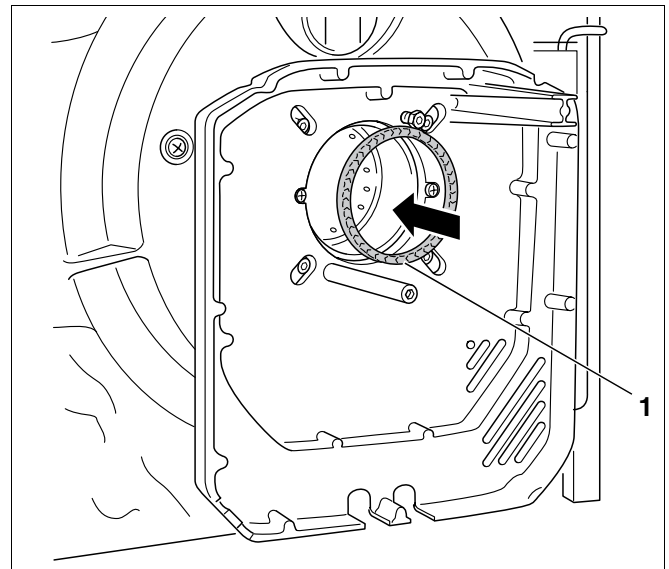
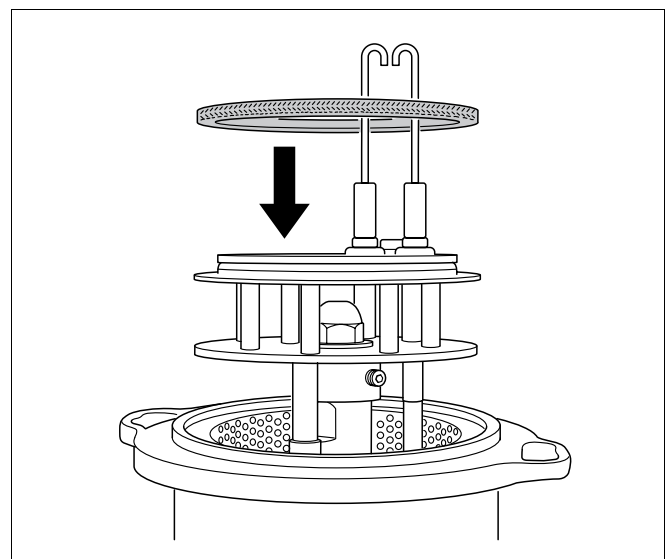

Fig. 22 Mise en place du joint sur les modèles de brûleur 17 à 45
Fig. 23 Mise en place du joint sur les modèles de brûleur 55 à 70
- Sur les modèles 17 à 45 le joint est placé (fig. 22, **pos. 1**) dans la tuyère.
- Sur les modèles de brûleur 55 à 70 le joint est d'abord placé sur le système de mélange (fig. 23).
Pour terminer, vérifier la bonne assise du joint placé entre le système de mélange et la tuyère du brûleur (fig. 22 ou fig. 23).